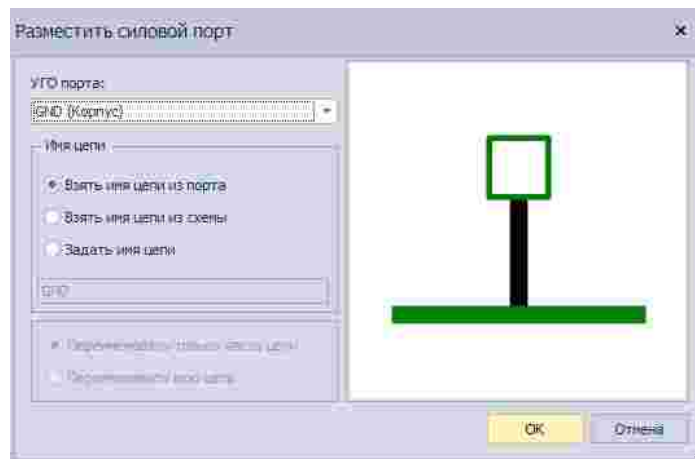

Рис. 104 Настройка и размещение силового порта
5. Настроить подключаемый порт в появившемся окне «Разместить соединительный/силовой порт» и нажать кнопку «ОК», расположенную в правом нижнем углу окна для завершения настройки, либо кнопку «Отмена» для отмены действий, см. Рис. 104.